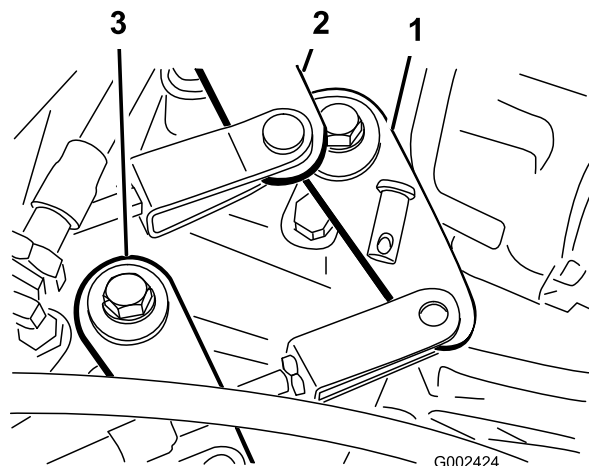

Figura 54
2. Desmonte os passadores que fixam os cabos aos braços de comando do conjunto eixo-transmissão (Figura 54).
1. Retire o passador que prende o cabo de gama alta/baixa ao conjunto eixo-transmissão (Figura 54).